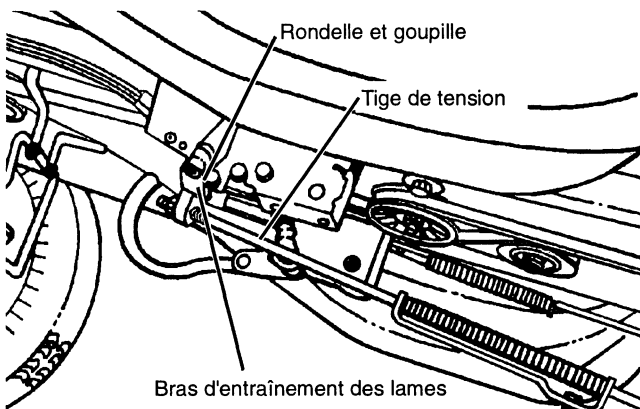

FIGURE 49
- Retirer la goupille et la rondelle retenant la tige de tension sur le bras d'entraînement des lames (voir Fig. 49 et 50).